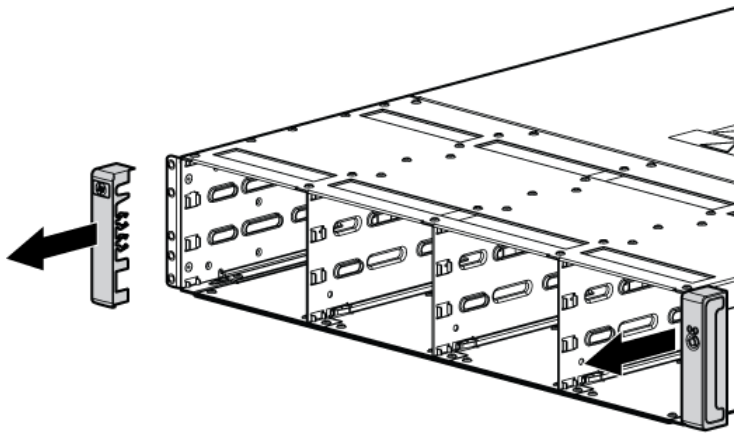

Abbildung 8 Entfernen der Blenden vom Enclosure
1. Entfernen Sie die Blenden über den Rändelschrauben an der Vorderseite des Enclosures (Abbildung 8).